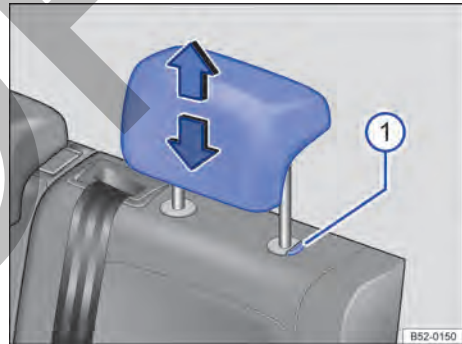

Fig. 66 Apoyacabezas trasero: ajustar.
- Mover el apoyacabezas hacia arriba o hacia abajo, en el sentido de la flecha, presionando el botón → fig. 66 ①. → ▲ en *Introducción al tema* de la pág. 80